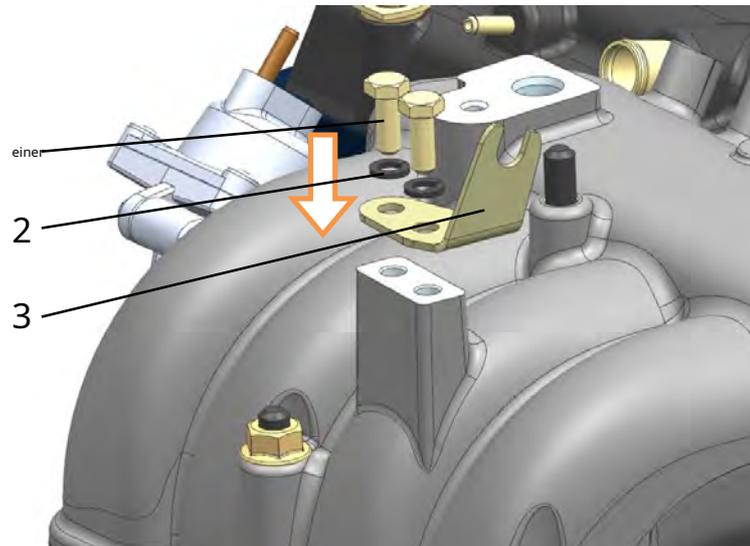

Abb. 196. Installation der Kabelendhalterung:
**einer.** Halterung 3 (Abb. 196) des Kabelendes am Empfänger montieren und sichern and trinken, indem Sie zwei Schrauben 1 mit Federscheiben 2 mit einem Drehmoment von  $5,9 \dots 7,8 \text{ N} \cdot \text{m}$  ( $0,6 \dots 0,8 \text{ kgf} \cdot \text{m}$ ) anziehen.